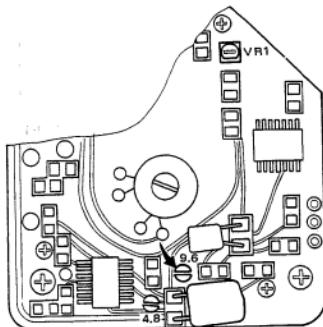

Fig. 4-10
CAUTION: After replacement of the castan motor assembly, be sure to short-circuit (by soldering) the points on the assembly shown by the arrow in Fig. 4-10. Otherwise, correct tape speed adjustments are not ensured.
- Play the middle portion of the test tape, and adjust semi-fixed resistor VR1 on the capstan motor assembly (Fig. 4-10) until the counter reads 3000 Hz \pm 5 Hz.
注意: キャブスタン・モーター ASS'Yを交換した場合は、キャブスタン・モーター ASS'Yの基板上、図4-10の矢印で示した場所を半田ショートして下さい。この場所がショートされていないと正常なテープ・スピードが得られません。
- テスト・テープの中間部を再生させて、テープ速度が 3000Hz \pm 5Hz になる様にキャブスタン・モーターASS'Yの半固定抵抗 VR1 (図4-10) を調整する。